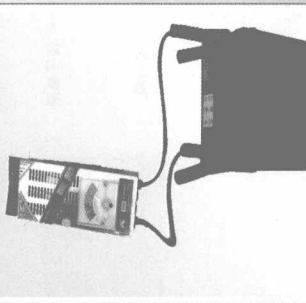

图3-2 测量蓄电池的放电电压
3) 看来问题不在发电机上, 重新进行检测, 装车后, 测量蓄电池电压为 $12.5\text{V}$ 。但发电机的输出端电压却为 $14.5\text{V}$ , 从发电机到蓄电池端相差了 $2\text{V}$ , 看来问题出在这段线路上(见图3-2)。